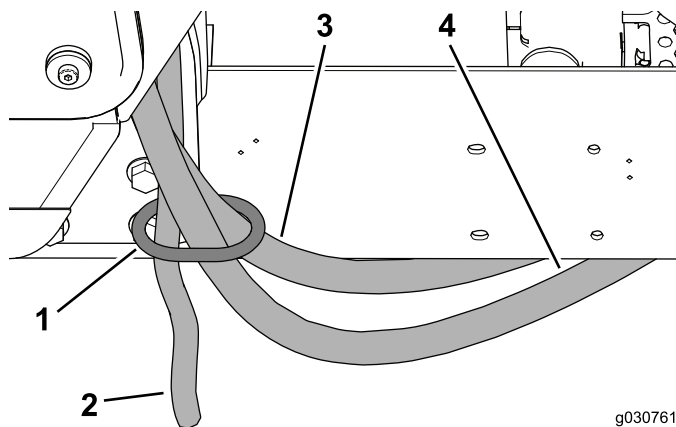

图38
4. 将加热器软管和排水管穿过后驾驶室底座上的软管环 (图38)。